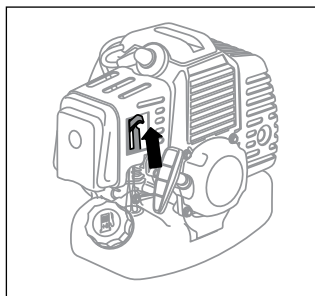

Рис. 12
4. Переведите рычаг воздушной заслонки в верхнее положение – $|/|$ «Закрыто» (рис. 12).
7. Переведите рычаг воздушной заслонки (рис. 12) в нижнее положение ||| «Открыто».
1. Переведите рычаг воздушной заслонки в нижнее положение – ||| «Открыто» (рис. 12).